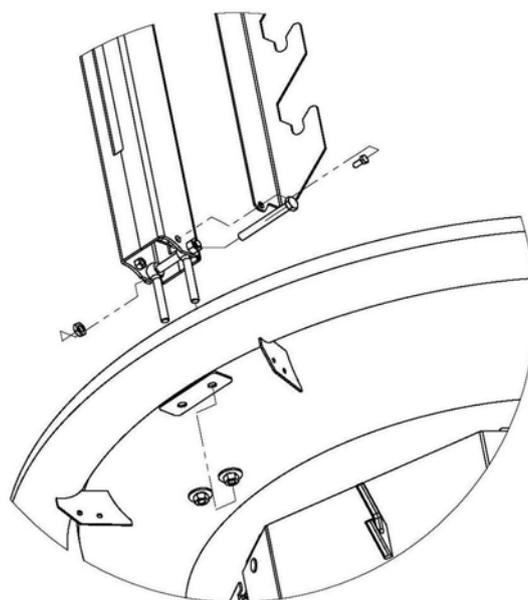

Рисунок 7
4. С помощью болта М8(удлиненного) и гайки М8 закрепите 2 рым-болта М8(откидных) внутри профиля подъемного механизма (рисунок 7).
5. Установите подъемный механизм таким образом, чтобы рым-болты попали в отверстия горизонтальной металлической площадки, расположенной между очагом и трубой-ободом очага (рисунок 7). Затяните гайки М8, зафиксировав подъемный механизм в вертикальном положении.
7. С помощью болтов М5*20 с шестигранной головкой закрепите 2 гребенчатых держателя вертела на тыльных сторонах обоих подъемных механизмов таким образом, чтобы угол сгиба держателя вертела «смотрел» внутрь очага, а гребни держателя были направлены в сторону пластины с надписью «BBQ» (рисунок 7)